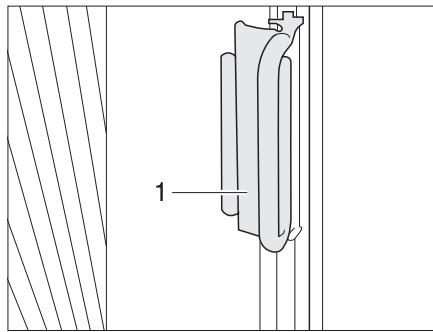

Fig. 86 Estor plegable de la ventana del conductor y la ventana del acompañante
- Sujetar cada vez el tirador (Fig. 86,1) de los estores plegables y tirarlos cuidadosamente hacia delante, hasta que el cierre magnético mantenga cerrado el estor plegable.
- Empujar el tirador (Fig. 86,2) a la pieza sobrepuerta. El estor plegable está asegurado.